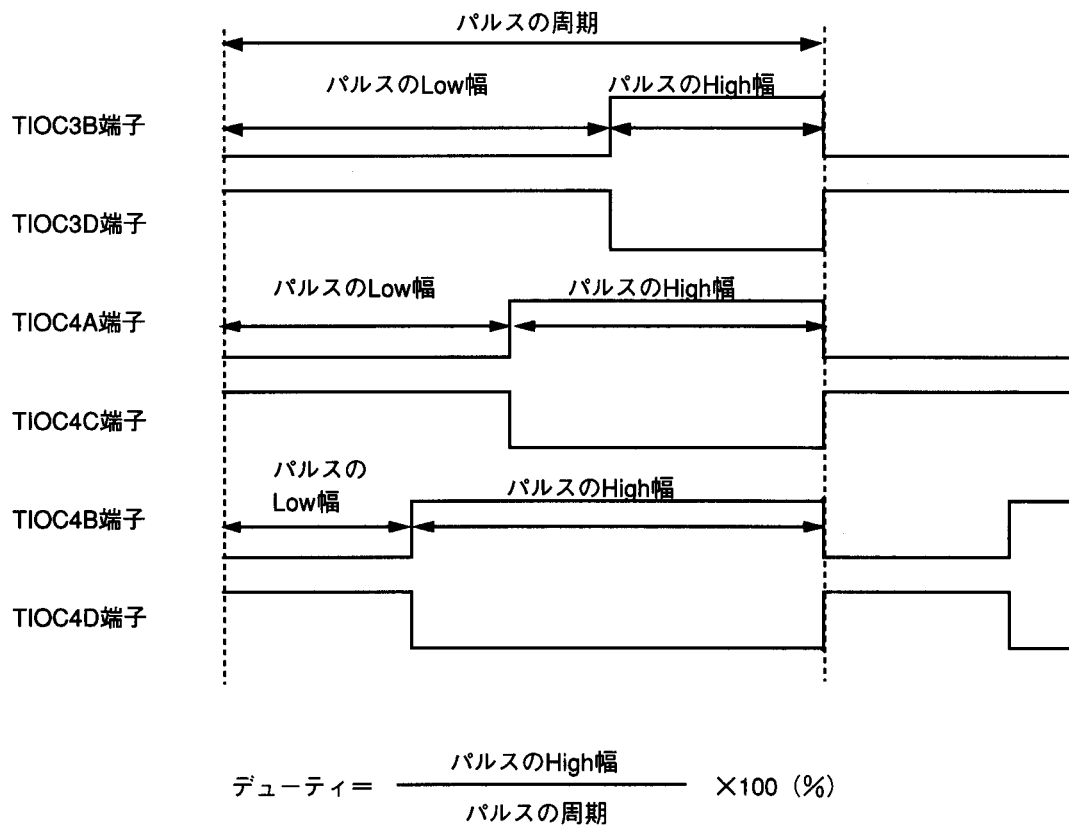

図2.5.1 正相・逆相PWM 3相出力波形
- (1) 図2.5.1に示すようにパルスHigh幅を変化させ、デューティ変化できるパルス（デューティパルス）を正相と逆相で3相出力します。
- (2) 28.7MHz動作時、出力するパルスの周期は34.8nSから2.28mSの間任意に設定できます。